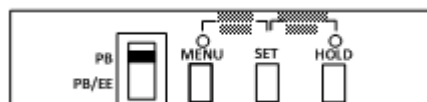

Рис. 10. Клавиши настройки режимов работы видеомagnитofона
- Клавиши меню и выбор режима работы видеомagnитofона (Рис. 10)